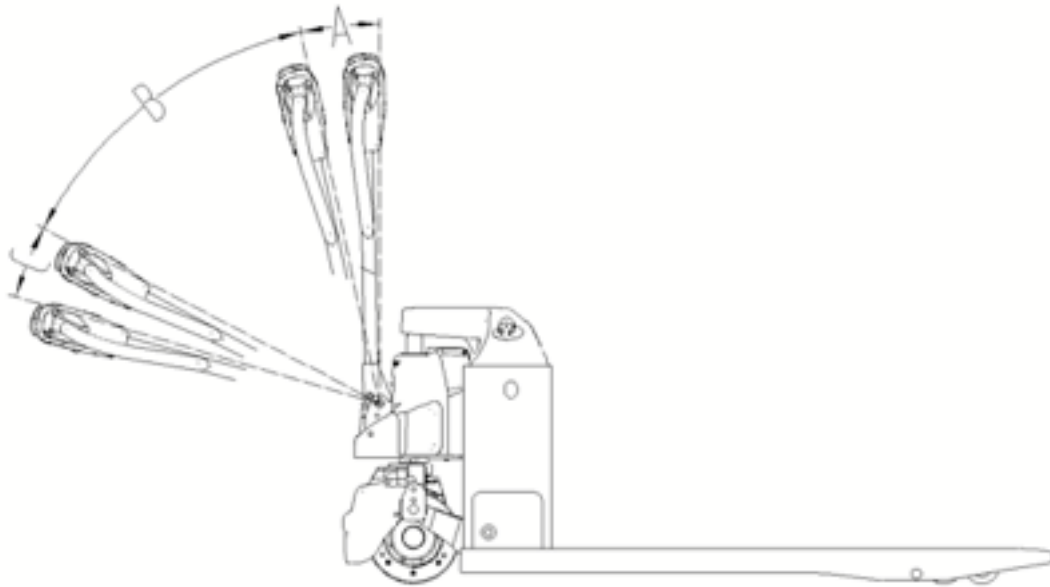

Figure 4
- Tourner rapidement le timon jusqu'à la position A ou C pour effectuer un freinage d'urgence (voir figure 4) ; le frein bloque la roue afin d'arrêter le transpalette.